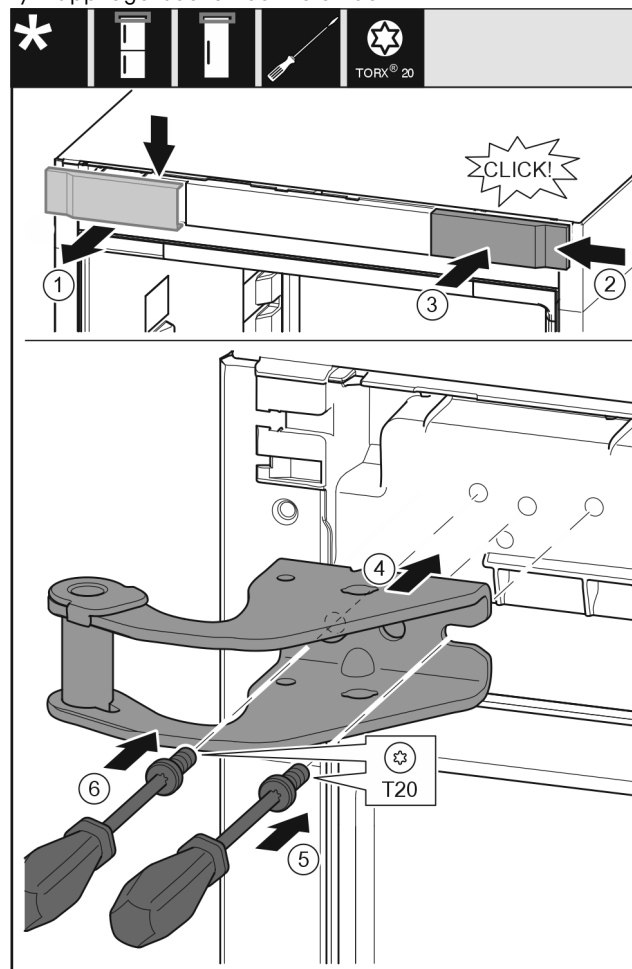

Fig. 11
- ▶ Ta av skyddet genom att dra det uppåt och framåt. Fig. 11 (1)
- ▶ Vrid skyddet 180° och haka i det på andra sidan från höger. Fig. 11 (2)
- ▶ Tryck fast skyddet. Fig. 11 (3)
- ▶ Sätt på den övre lagerbocken. Fig. 11 (4)
- ▶ Sätt i och dra åt skruven med skruvmejsel T20. Fig. 11 (5)
- ▶ Sätt i och dra åt skruven med skruvmejsel T20. Fig. 11 (6)